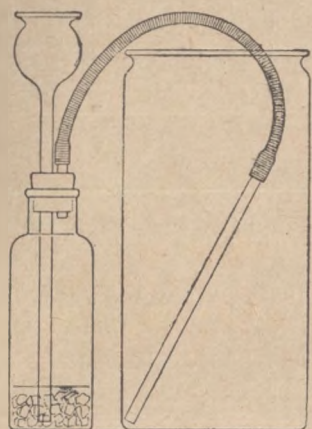

Рис. 128. Наполнение углекислым газом банки для варенья.
**Задача 22.** Наполните углекислым газом большую банку для варенья, деревянную или картонную коробку и т. п. (рис. 128). Налейте в стакан или, лучше, в жестяную коробку из-под консервов и т. п. немного бензина и зажгите. Попробуйте погасить бензин, вливая в банку воду. Бензин не гаснет. Поднесите к горящему бензину банку с угле-